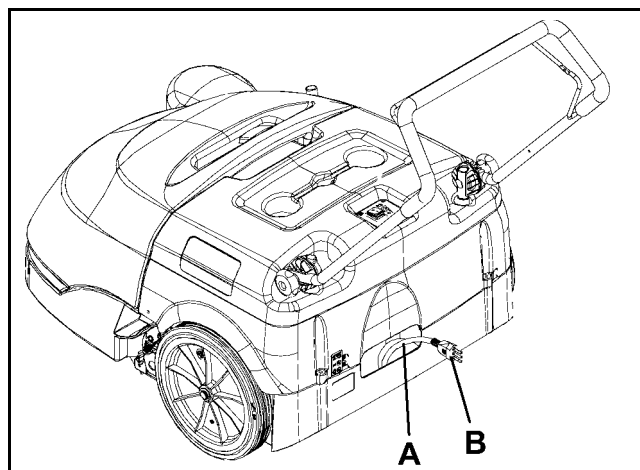

Figure 5
Contrôler soigneusement que le câble électrique (A, Fig. 5) et la fiche (B) ne présentent pas de coupures ou de traces d'abrasion et vérifier qu'ils ne sont pas endommagés. Si besoin est, les remplacer immédiatement dans un Service après-vente Clarke.